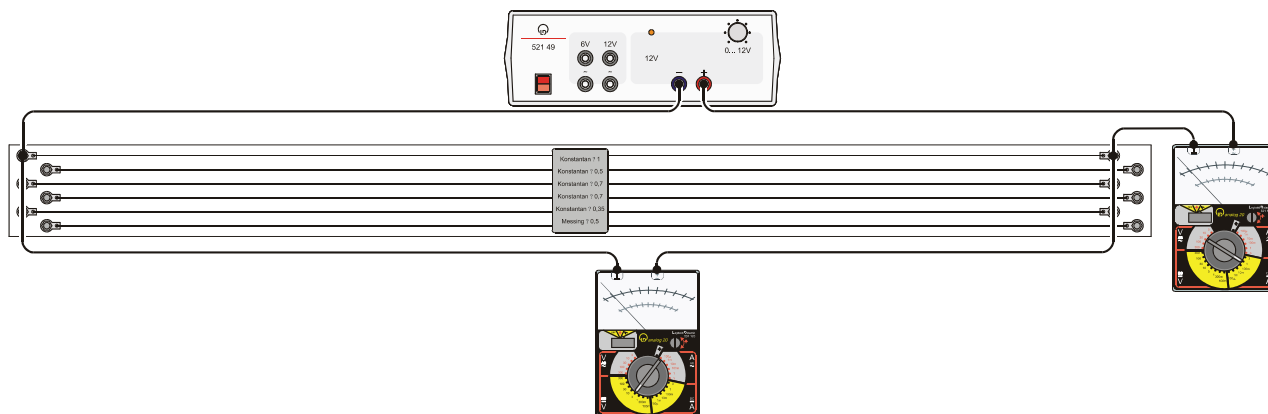

Рис.1. Экспериментальная установка для проверки закона Ома.
- Подключите вольтметр параллельно константановому проводнику диаметром 1 мм, затем подключите к нему последовательно источник тока и амперметр (рис. 1). Установите пределы измерения вольтметра 3 В и амперметра 3 А постоянного тока.